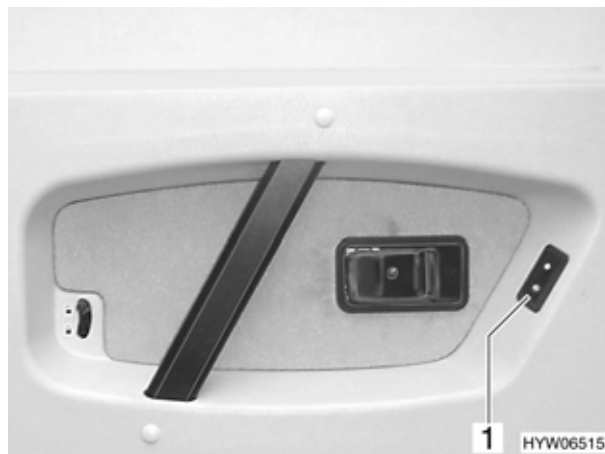

Fig. 16 Interruttore per l'alzacristalli elettrico nella porta guidatore
- Premere l'interruttore (Fig. 16,1).